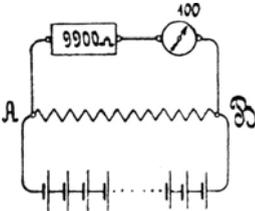

Fig. 9.
66. Einem 100 ohmigen Galvanometer sind 9900 [8900] (4900) Ω vorgeschaltet (Fig. 9). Welche Spannung herrscht zwischen den Punkten A und B, wenn das Galvanometer 110 [125] (145) Skalenteile anzeigt?
69. Die Spannung zwischen A und B (Fig. 9) beträgt schätzungsweise 25 [40] (150) V. Welcher Widerstand muß dem 100Ω Galvanometer vorgeschaltet werden, damit dann 150° Ausschlag entstehen, und wie groß ist die Spannung in Wirklichkeit, wenn das Galvanometer nur 149° anzeigt?